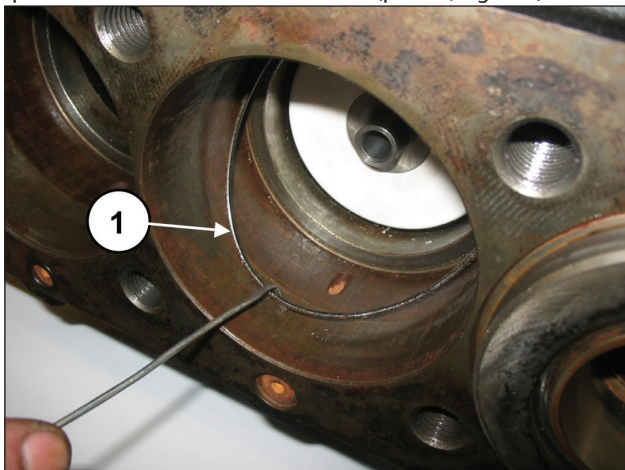

Fig. 160
Extraer la junta tórica del fondo del soporte de la junta si se queda dentro del cárter de la bomba (pos. ①, Fig. 160).